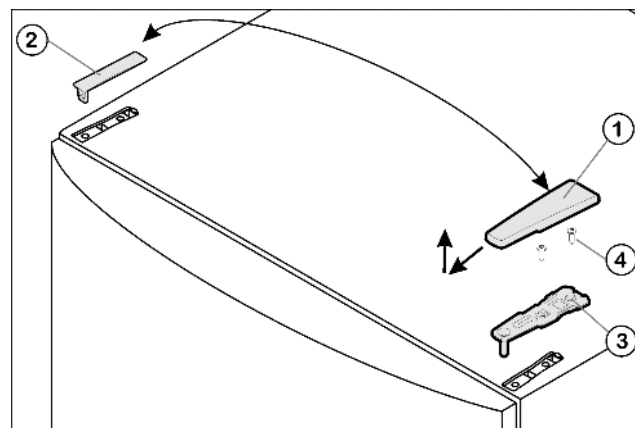

Fig. 4
- ▶ Wyjąć osłonę Fig. 4 (1) do przodu i do góry.
- ▶ Podnieść osłonę Fig. 4 (2).
- ▶ Odkręcić górną płytkę zawiasu Fig. 4 (3)(2 razy Torx® 25) Fig. 4 (4) i wyjąć ją do góry.
- ▶ Włożyć w drzwi górną płytkę zawiasu Fig. 4 (3) po nowej stronie zawiasów.
- ▶ Dokręcić górną płytkę zawiasu (**z siłą 4 Nm**) (2 razy Torx® 25) Fig. 4 (4). Ewentualnie nakłuć otwory pod śruby lub użyć wkrętarki akumulatorowej.
- ▶ Założyć osłonę Fig. 4 (1) i osłonę Fig. 4 (2) od zewnątrz odpowiednio po przeciwległej stronie i zazębnić.